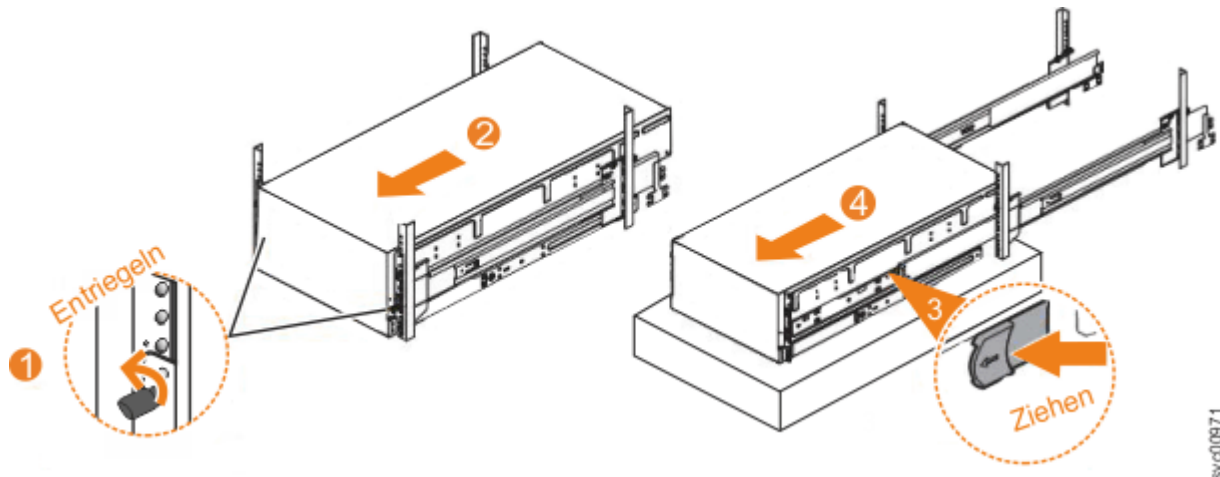

Abbildung 107. 5U-Erweiterungsgehäuse aus Rack entfernen
1. Lösen Sie die Verriegelungsrändelschrauben (1) an der Vorderseite des Gehäuses (siehe Abbildung 107 auf Seite 97).
2. Ziehen Sie das Gehäuse vorsichtig nach vorne aus dem Rack (2) (siehe Abbildung 107 auf Seite 97).
3. Suchen Sie den linken und rechten blauen Lösehebel in der Nähe der Vorderseite des Gehäuses. Ziehen Sie beide Lösehebel vorwärts, um den Einschubmechanismus zu entriegeln (3 in Abbildung 107 auf Seite 97).
4. Ziehen Sie das Gehäuse und den inneren Schienenteil aus dem Rack (4 in Abbildung 107 auf Seite 97).